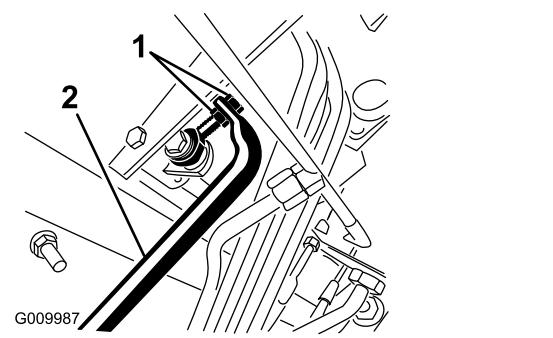

Figura 67
4. Ajuste as porcas de segurança na extremidade da barra da bomba para mover o tubo de controlo da bomba para a frente e eliminar o risco de deslizamentos para a frente e para trás (Figura 67).